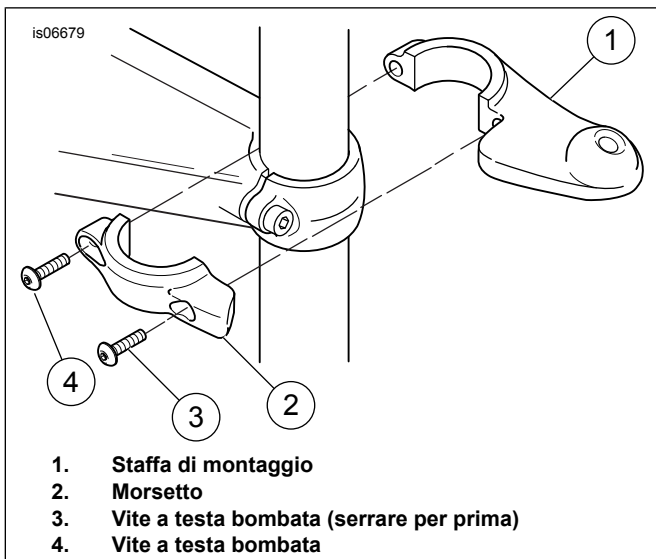
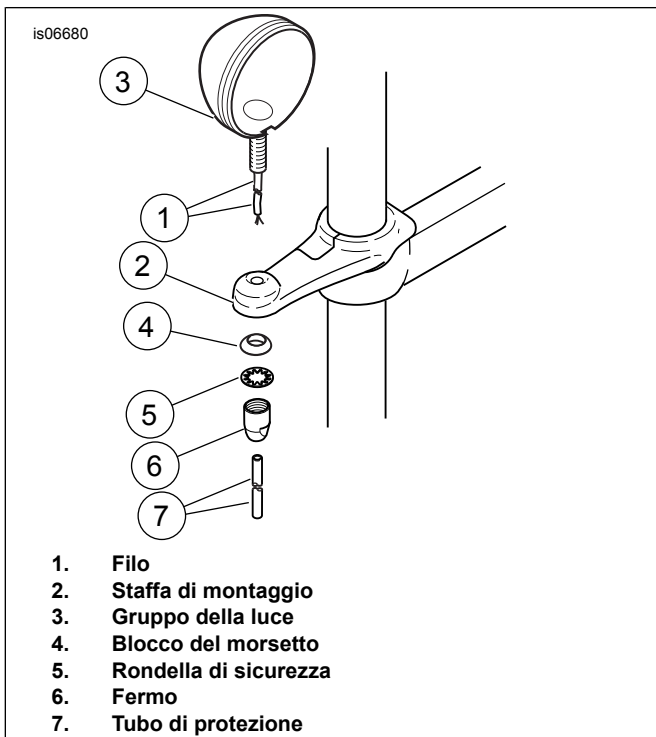

Figura 1. Installazione della staffa di montaggio sulla canna della forcella (mostrato il lato destro)
Figura 2. Installazione delle luci (mostrato il lato destro)
4. Vedere Figura 1. Le staffe di montaggio (1) ed i morsetti (2) sono specifici per lato. Selezionare la staffa e il morsetto di destra o di sinistra e installare sulla canna della forcella utilizzando due viti a testa bombata (3 e 4) dal kit.
5. Partendo dalla vite più esterna (3), serrare ad una coppia di 8–9 N·m (70–80 in-lbs). Ripetere per la vite (4).
6. Vedere Figura 2. Far passare il filo della luce (1) attraverso il foro della staffa di montaggio (2), e fissare la luce (3) alla staffa utilizzando un blocco del morsetto (4), la rondella di sicurezza (5) e un fermo (6) dal kit. Serrare il fermo ad una coppia di 16-18 ft-lb (22-24 N·m).
10. Vedere Figura 2. Far scorrere il tubo di protezione (7) dal kit oltre il filo della luce.